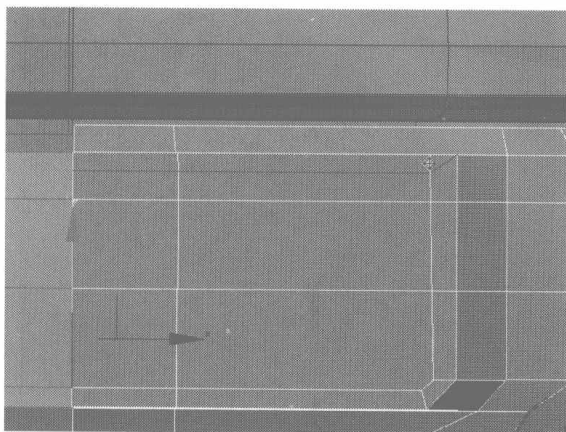
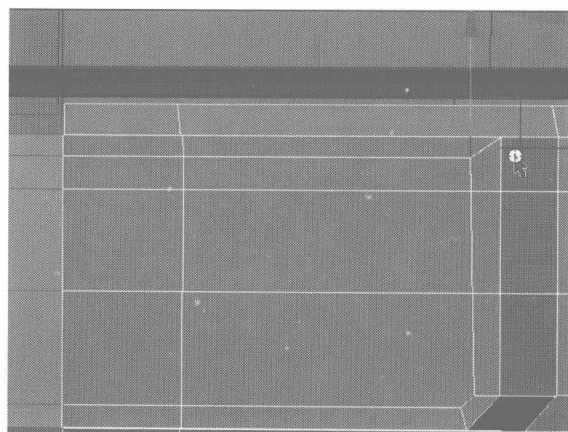

图 4.341
图 4.342
- 18** 在 Bottom 视图中用 Cut 命令添加如图 4.341 所示的细分线，再用 Remove 命令将如图 4.342 所示的边线删除。